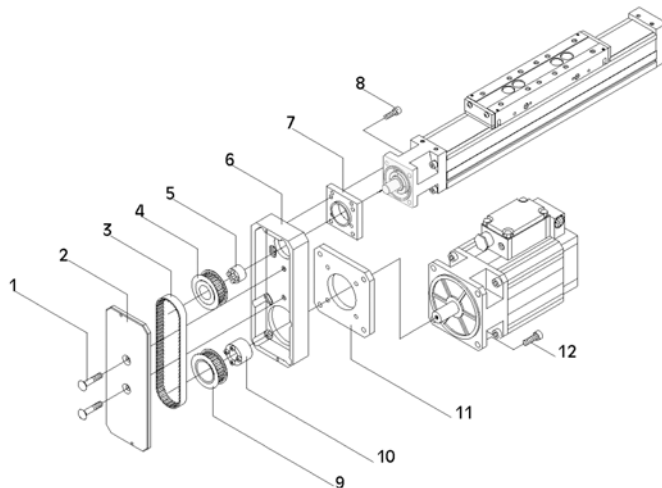
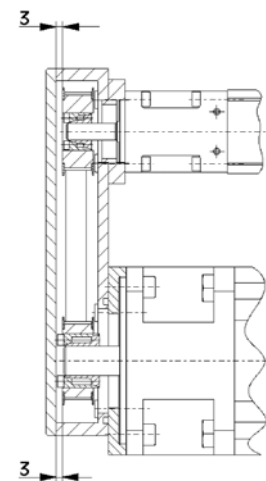

Bild 8: Riementrieb RT40
Bild 9: Riementrieb RT40 (Schnitt)
- Bild 8:** Gehäuse (6) mit Zwischenplatte (7) am Lagergehäuse des WM40 befestigen.
- Synchronscheibe (4) mit DKWN-Spannsatz Innendurchmesser 8 mm (5) auf Antriebszapfen des WM40 stecken.
- Antriebsmotor mit Zwischenflansch (11) am Gehäuse befestigen. Dabei die Schrauben noch nicht festziehen.
- Synchronscheibe (9) mit DKWN-Spannsatz Innendurchmesser 14 mm (10) auf Motorwelle stecken.
- Zahnriemen (3) um beide Synchronscheiben schlingen und dabei die Synchronscheiben zueinander fluchtend ausrichten. Anschließend Synchronscheiben mit DKWN-Spannsätzen auf Antriebszapfen und Motorwelle fixieren. (Anzugsdrehmoment der Schrauben am DKWN-Spannsatz siehe Tabelle Kapitel 10 "Technische Daten") Abstand zwischen Gehäuseoberkante und Synchronscheibe 3 mm (siehe Bild 9).
- Bild 8:** Zahnriemen durch Verschieben des Motors mit Zwischenflansch (11) spannen.
- Gehäusedeckel (2) auf Gehäuse schrauben.